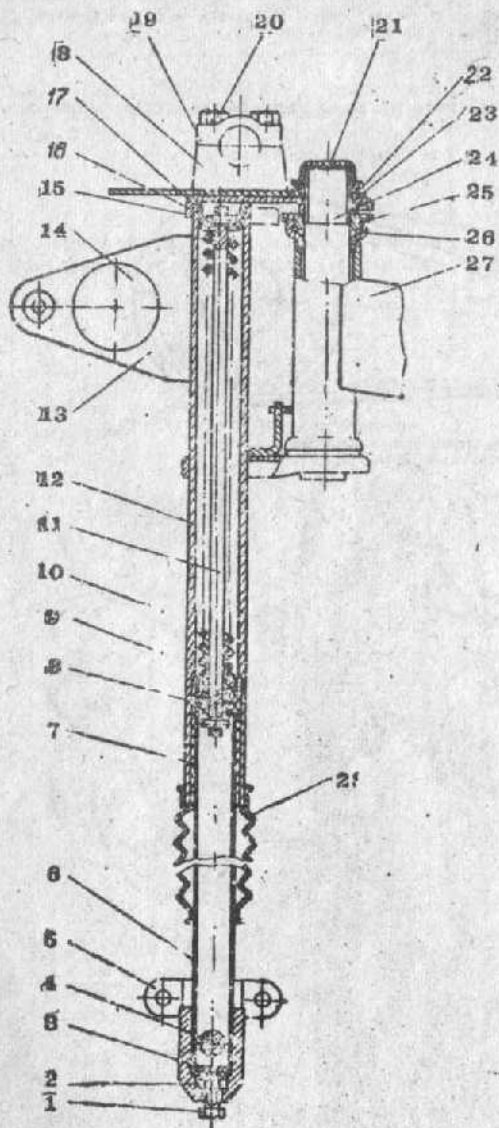

Рис. 15. Передняя вилка:
Фара устанавливается между кронштейнами 13 (рис. 15), передней винтом и закрепляется болтами.
- отпустите болты 1 (рис. 15);